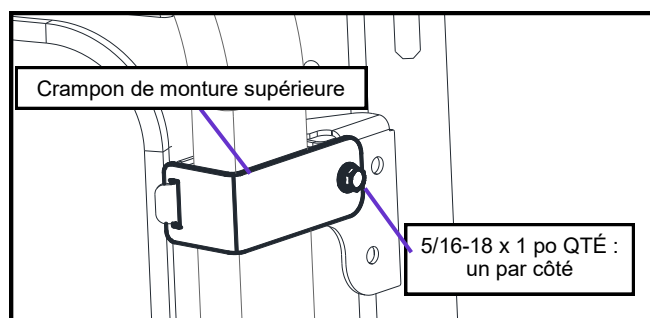

Figure 3.11 : Crampons supérieurs du cadre de protection
- 3.11 Vérifiez l'ajustement de la cabine, ajustez-la au besoin, puis posez un crampon de montage supérieure (fourni dans la boîte de quincaillerie) sur chaque monture supérieure du cadre de protection ROPS avec un boulon 5/16 po (voir la figure 3.11).